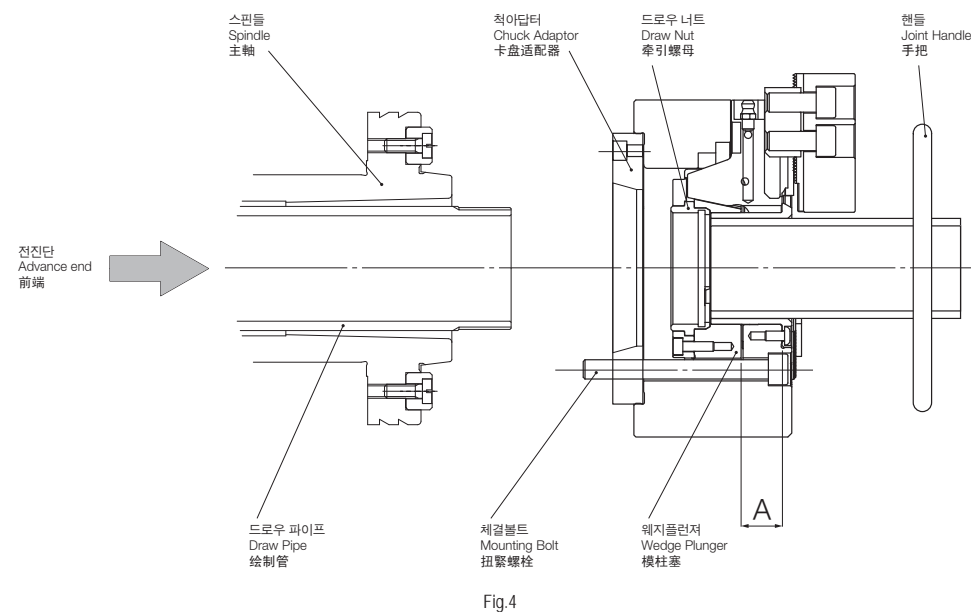
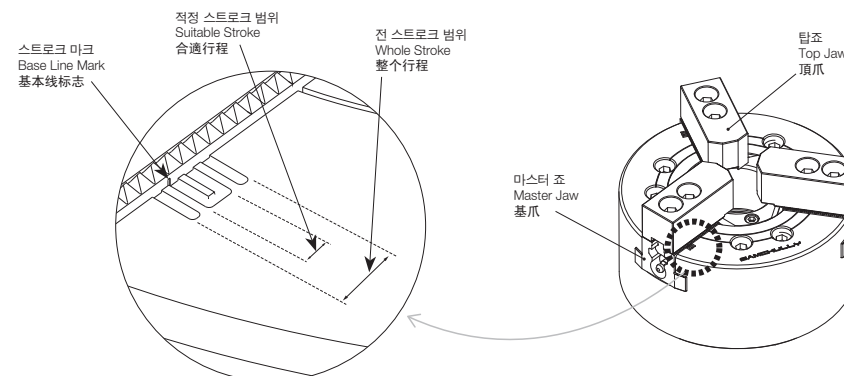

Fig.4
Fig.6
- (3) 척을 드로우 파이프에 연결합니다. 척의 소프트 조와 커버를 떼어내고 척 핸들을 척의 중심 구멍에 삽입하여 드로우 너트를 회전시키면서 드로우 파이프를 연결하여 주십시오. (Fig.4)
- (3) Connect the chuck to the drawpipe. Remove the soft jaw and cover of the chuck to insert the connecting handle in to the central hole of the chuck. Connect the chuck onto the drawpipe, turning the drawnut. (Fig.4)
- (3) 将卡盘连接到拉制管上。卸下卡盘的软钢卡爪(soft jaw)及其盖, 将卡盘扳手插入卡盘中心孔, 转动拉制螺母, 连接拉制管。(Fig.4)
- (5) 마스터조의 위치를 조절합니다. 실린더 전진단에서 마스터조의 적정 위치는 커버부착면에서부터의 치수 A가 아래표가 되는 위치입니다.(Fig.4) 이때, 마스터조의 스트로크 마크가 전 스트로크 마크 외곽의 선에 맞추어져 있는 것을 확인해 주십시오. (Fig.6) 또 드로우 너트에는 Clip stopper (회전멈춤장치)가 갖추어져 있어서 이 감촉이 있는 위치에서 조정완료 하도록 하여 주십시오.
- (5) Adjust the master jaw to the correct position. The adequate master jaw position at the cylinder advance end is where dimension A from cover mounting face is shown in the following table. (Fig.4) At this time, Check the master jaw standard mark is aligned to the outer line of total stroke mark.(Fig.6) Since the clip stop (locking system) is provide to the draw nut, adjust the nut where it is effectual.
- (5) 调节卡爪座的位置。从油缸前面的卡爪座的合适的位置是,从盖的安装面开始的尺寸A应为下表的位置。(Fig.4) 这时请确认卡爪座行程标识应对准前行程标识。(Fig.6) 此外由于拉制螺母有Clip stopper(转动停止装置),请调整到有这一感觉的位置。
- (6) 커버 부착 후 흔들림 정도를 확인하여 주십시오. 척의 외주 흔들림,면 흔들림 정도는 0.02mm이하로 해주십시오.
공작물을 파악할때 마스터 조의 스트로크는 스트로크 범위의 중앙 및 적정 스트로크 범위 내에서 사용하는 것이 최적으로, 구조상 안전하고 정도상으로 좋습니다. 스트로크 끝 부분에서의 파악은 공작물 이탈(비산)의 위험이 있으므로 피하는 것이 좋습니다.(Fig.6)
It is the most desirable that the workpiece is gripped at mid stroke of the master jaw. To grip the workpiece correctly, avoid gripping at stroke end because it is danger due to discharges of workpiece.(Fig.6)
在夹持产品时,基爪的行程最好在行程范围的中央,或在适当的行程范围内,这样比较安全,精密度也好。在行程末端夹持时,由于加工产品可能被甩出去(飞散),因此请不要使用这种方法。(Fig.6)